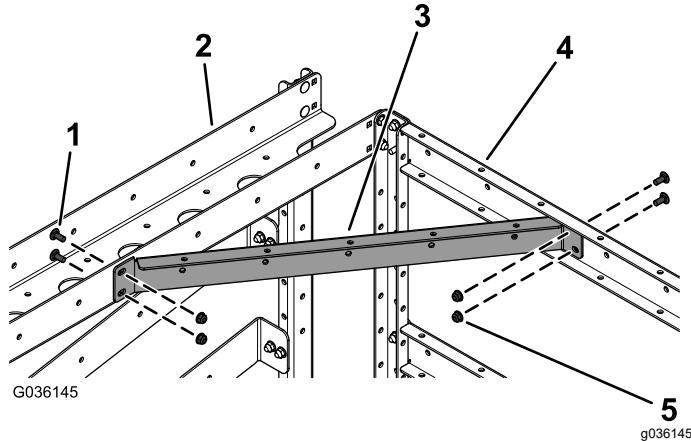

Figura 8
7. Montate la staffa di supporto trasversale (con 2 fori su ciascun lato) e la staffa del tubo con 4 bulloni a testa tonda (5/16 x $\frac{3}{4}$ ") e 4 dadi flangiati (5/16") come illustrato nella Figura 8.